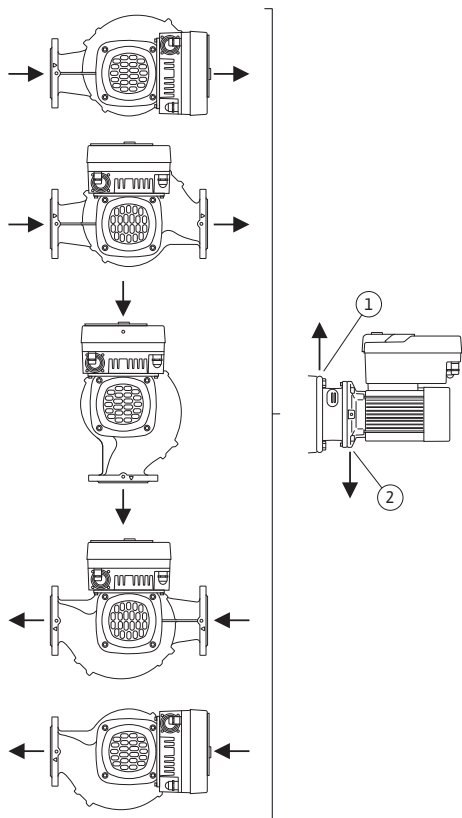

Fig. 9: Posições de instalação autorizadas com o veio do motor na horizontal
As posições de montagem permitidas com o veio do motor na horizontal e o módulo eletrónico virado para cima (0°) estão representadas na Fig. 9.
A ventilação da bomba é assegurada de forma ideal quando a válvula de ventilação está virada para cima (Fig. 9, pos. 1)
Esta posição (0°) permite que o condensado acumulado seja escoado pelos orifícios existentes, lanterna da bomba e motor (Fig. 9, pos. 2).